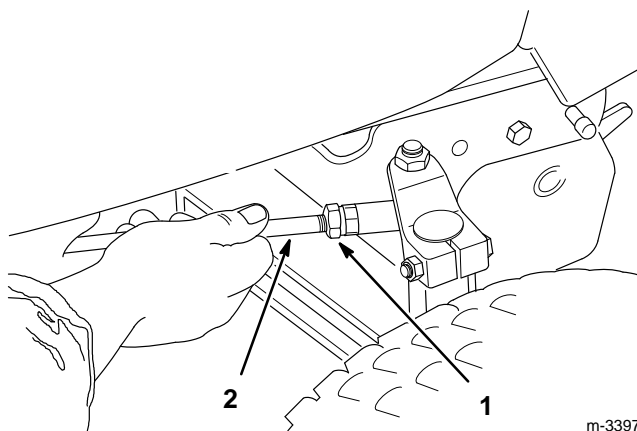

Figure 44
1. Desserrer les contre-écrous aux extrémités des biellettes de direction (Fig. 44).